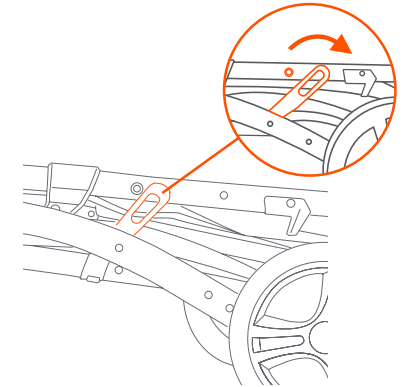

Fig. 9a
9) • Suelte el pestillo de plegado (Fig. 9a). Despliegue la carriola tirando de la manija de la carriola hacia arriba hasta que encaje en la posición de bloqueo (Fig. 9b).